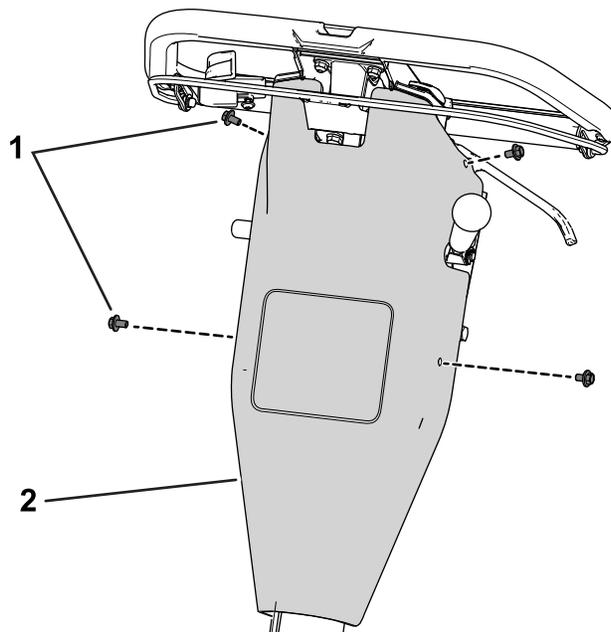

Figura 43
B. Retire la cubierta del control retirando los tornillos que fijan la cubierta al panel posterior (Figura 43).